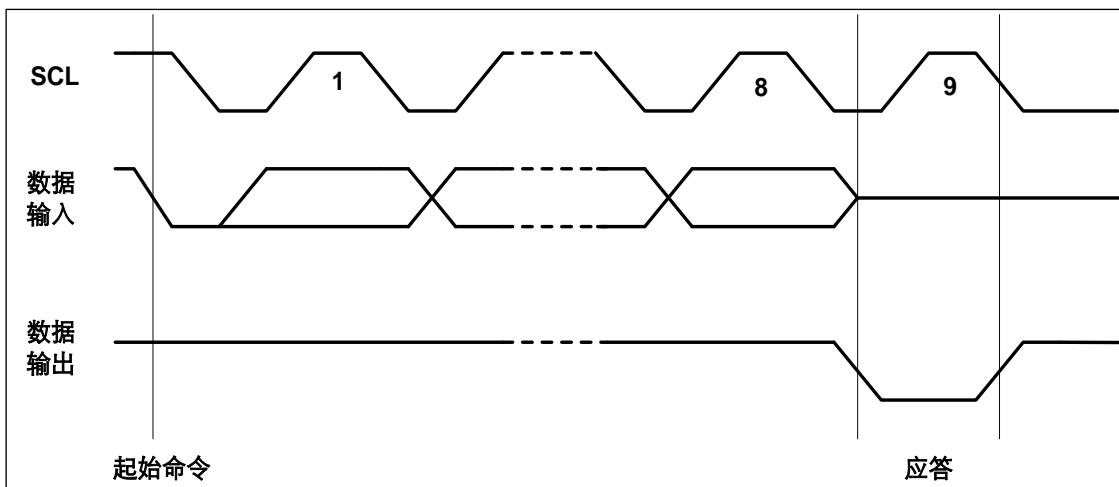

图 19-5 输出应答(ACK)
**输出应答:** SDA 上的数据都是以 8 位为一组串行输入和输出的, MSB 先发, 接收方在收完每个字节后应当在第 9 个周期回发一个回应 acknowledge 位 (以下简称 ack), ack 的时钟由主机提供。发送方在 ack 期间悬空 SDA, 接收方须将 SDA 拉低, 确保 ack 时钟高电平期间 SDA 为低, 形成有效的 ack 信号(参见图 19-5)。